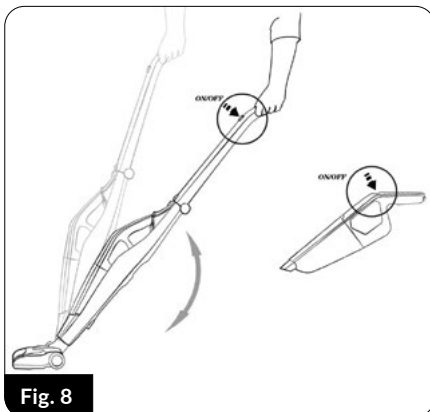
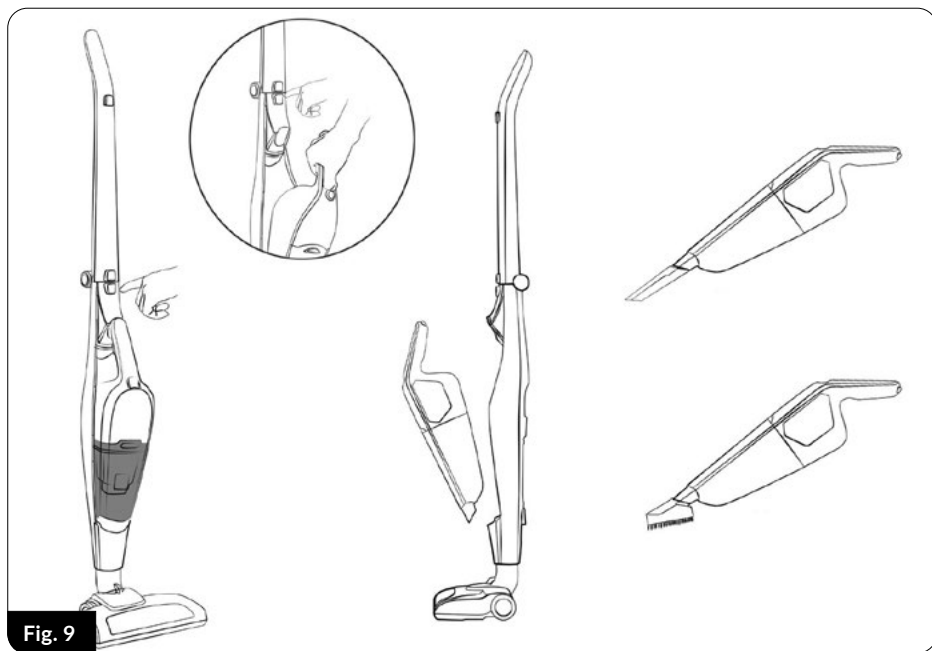

Fig. 8
Fig. 9
2. Porniți aspiratorul cu butonul (6) direct pe aspirator sau butonul (1) de pe mânerul principal (Fig.8). Funcționarea butoanelor este independentă una de cealaltă, atâta timp cât aspiratorul se află în mânerul principal.
4. Împreună cu aspiratorul, peria electrică (15) cu LED-uri (16) luminează suprafața care trebuie aspirată. Peria electrofuncțională este potrivită pentru aspirarea tuturor tipurilor de suprafețe dure și covoare.
5. Utilizarea echipamentului suplimentar al aspiratorului (peria mică, peria de crăpătură) este posibilă după scoaterea aspiratorului din mânerul principal. Apăsăți butonul (4) și scoateți aspiratorul din mânerul principal (2) și apoi conectați accesoriile corespunzătoare la capătul aspiratorului (Fig.9).